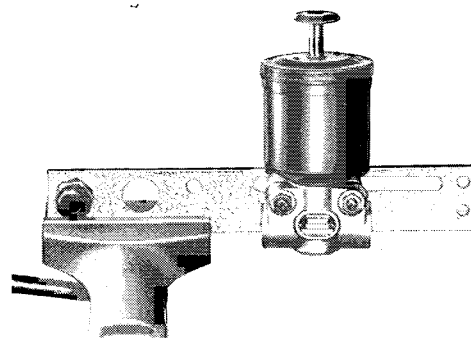

Abb. 2
- a) Frostschutzpumpe an dem im Schraubstock des Prüfstandes eingespannten Spannwinkel befestigen. (siehe Abb. 2)